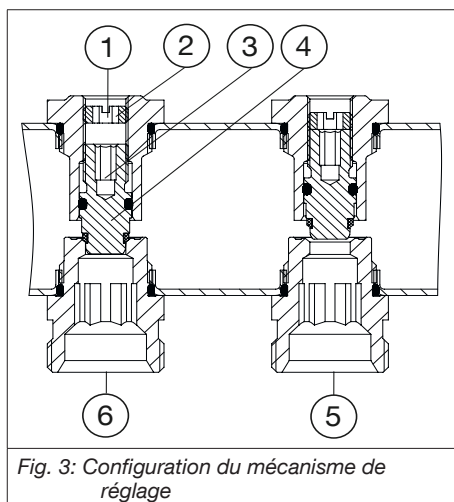

Fig. 3: Configuration du mécanisme de réglage
2. Ouvrir la tige du robinet (voir Fig. 3, page 32 (4)) en tournant dans le sens inverse des aiguilles d'une montre et en respectant la valeur de pré réglage calculée. (Exemple : pré réglage 2,5 = 2,5 tours)